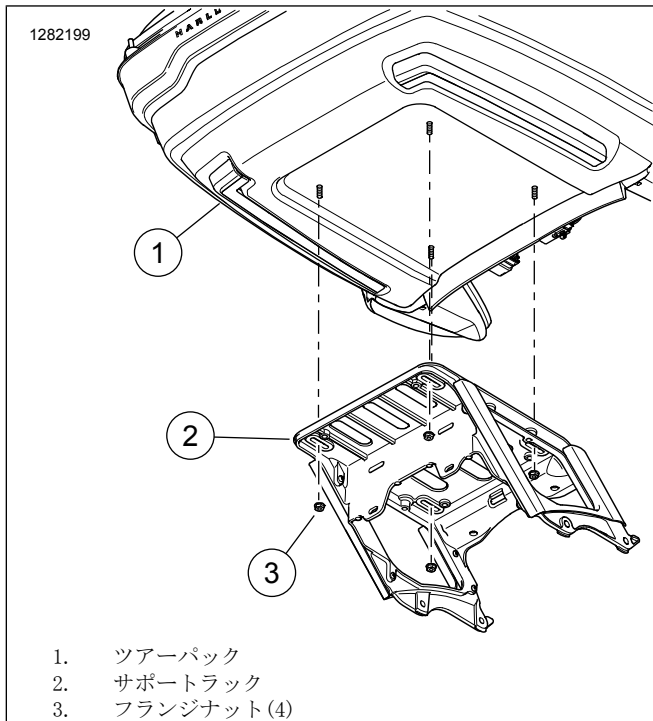

図3。Tour-Pakマウント
- b. 「図3」を参照。Tour-Pakをサポートラックに固定するフランジナット(3)を取り外す。